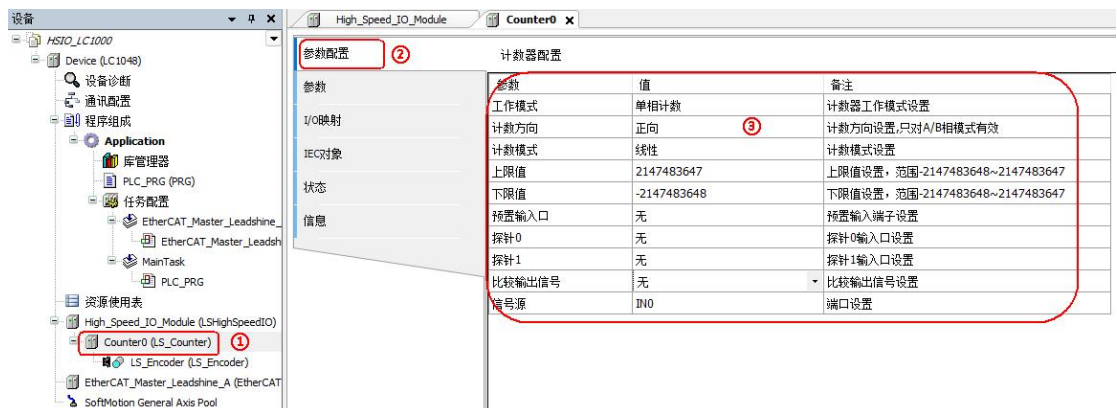

图 10.25 高速计数器参数配置
2) 配置计数器参数，包括计数器工作模式、计数方向、计数模式、计数上下限值及信号源。本例配置 Counter0 为单相计数工作模式、正向计数，线性模式、上下限使用默认值、IN0 为计数输入源。如图 10.25 所示